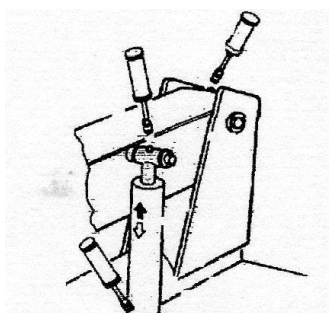
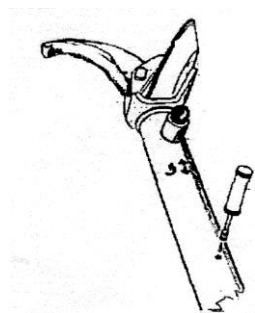

Рисунок 31
Рисунок 32
9.2.1.2 Периодически смазывайте цилиндр подъёмника крепежа устройства, а также его шарнирное соединение. Пользуйтесь стандартной смазкой, нанося её на детали из маслёнки (см. Рисунок 31). таким же образом смазывайте цилиндр рычага устройства отжима борта (см. Рисунок 32).